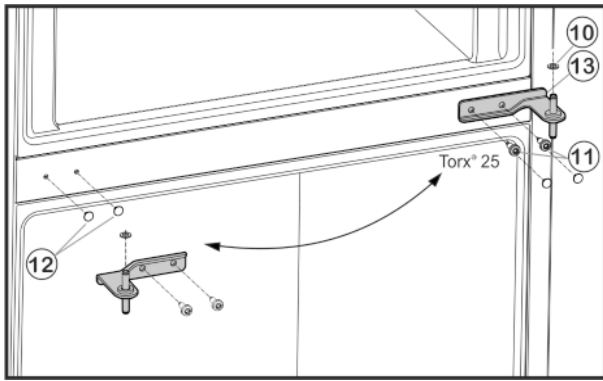

Fig. 6
- ▶ Внимателно издърпайте капачите Fig. 6 (12) и отново ги поставете на срещуположната страна.